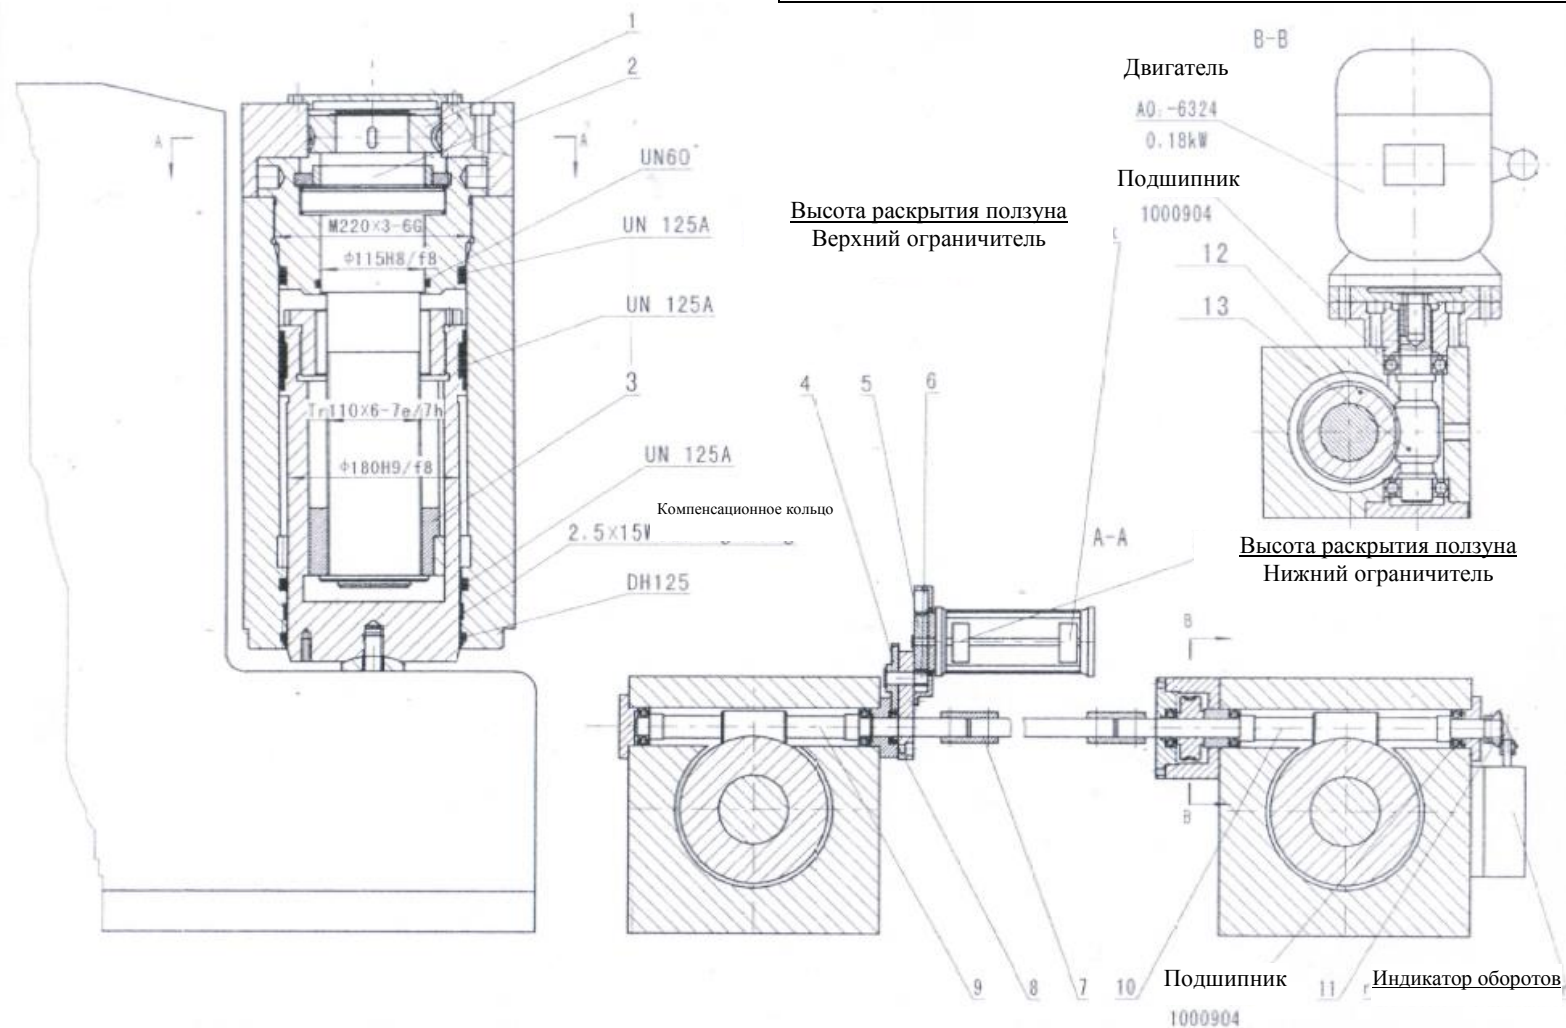

Рис. 3. Схема гидроцилиндра и механизма установки координаты по оси «У»
По причине различной толщины изгибаемого материала и размеров V-образного канала матрицы, рабочий ход траверсы должен быть отрегулирован по мере необходимости с использованием органов управления на панели управления, при этом зубчатое колесо червячной передачи выполняет подъём и опускании винтовой штанги (рис. 3) для изменения расстояния, проходимого поршнем ГЦ.
Для исправления этого необходимо опустить траверсу и подвести пуансон ближе к матрице, а также, слегка ослабить прижимы. После этого необходимо слегка забить клинья соответствующих узлов крепления пуансона, чтобы увеличить (уменьшить) выпуклость центральной части пуансона. После этого необходимо снова затянуть прижимы и выполнить операцию сгибания, повторяя данную процедуру до тех пор, пока угол изгиба заготовки не станет почти одинаковым по всей её длине. 6. Регулирование усилия сгибания Потребное усилие сгибания определяется по таблице или по формуле для расчёта. Затем необходимо маховиком клапана давления, расположенным рядом с манометром на правой боковине прессы, отрегулировать давление до величины, слегка превышающей требуемое. 7. Регулирование параллельности между нижней частью ползуна и поверхности рабочего стола. Если после некоторого времени работы машины окажется, что верхняя и нижняя поверхности стола перекошены (см. Рис. 3) – углы сгиба слева и справа разные, необходимо отпустить муфту (7) и повернуть червячный вал (9) или (10) изменить расстояние между винтовой штангой (3) и винтовой гайкой (2) одного из гидроцилиндров. Далее провести пробный сгиб и, при необходимости, повторить операцию. Машина надлежащим образом регулируется перед отправкой с завода, дополнительного регулирования, как правило, не требуется. 8. Пробный запуск и эксплуатация Перед пробным запуском необходимо проконтролировать все точки смазки и, при необходимости, смазать консистентным смазочным материалом. В то же время, масляный бак заполняется гидравлическим маслом с нужной вязкостью(зависит от условий эксплуатации). Масло подлежит первой замене через один месяц, а затем каждые 1500 часов наработки, но не реже чем раз в три года. Минимальная температура должна масла должна поддерживаться выше 10 °С.